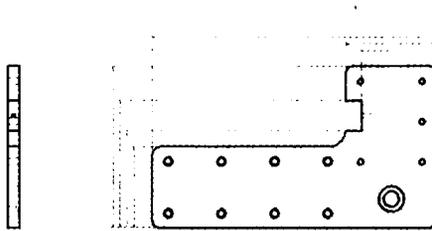

Рис. 14.6. Добавление зависимостей повышает качество редактирования эскизов
8. Измените размер 9.483 на 10.25 и проверьте результат по рис. 14.6.